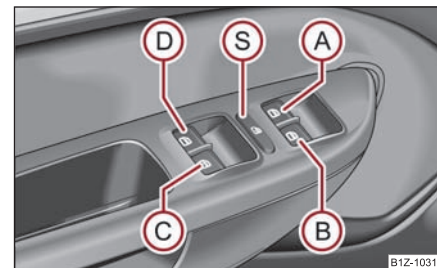

Fig. 49 Teclas en la puerta del conductor
Las teclas para las diferentes ventanillas se encuentran en el apoyabrazos de la puerta del conductor ⇒ página 53, fig. 49, puerta del acompañante y en las puertas traseras* ⇒ página 54.
Ud. puede poner fuera de funcionamiento los conmutadores en las puertas traseras pulsando el conmutador de seguridad (S) ⇒ página 53, fig. 49. Se ponen de nuevo en funcionamiento las teclas en las puertas traseras pulsando repetidamente el conmutador de seguridad (S).
- Si se transporta niños en los asientos traseros, se recomienda poner fuera de funcionamiento los elevalunas eléctricos de las puertas traseras (conmutador de seguridad) (S) ⇒ página 53, fig. 49.